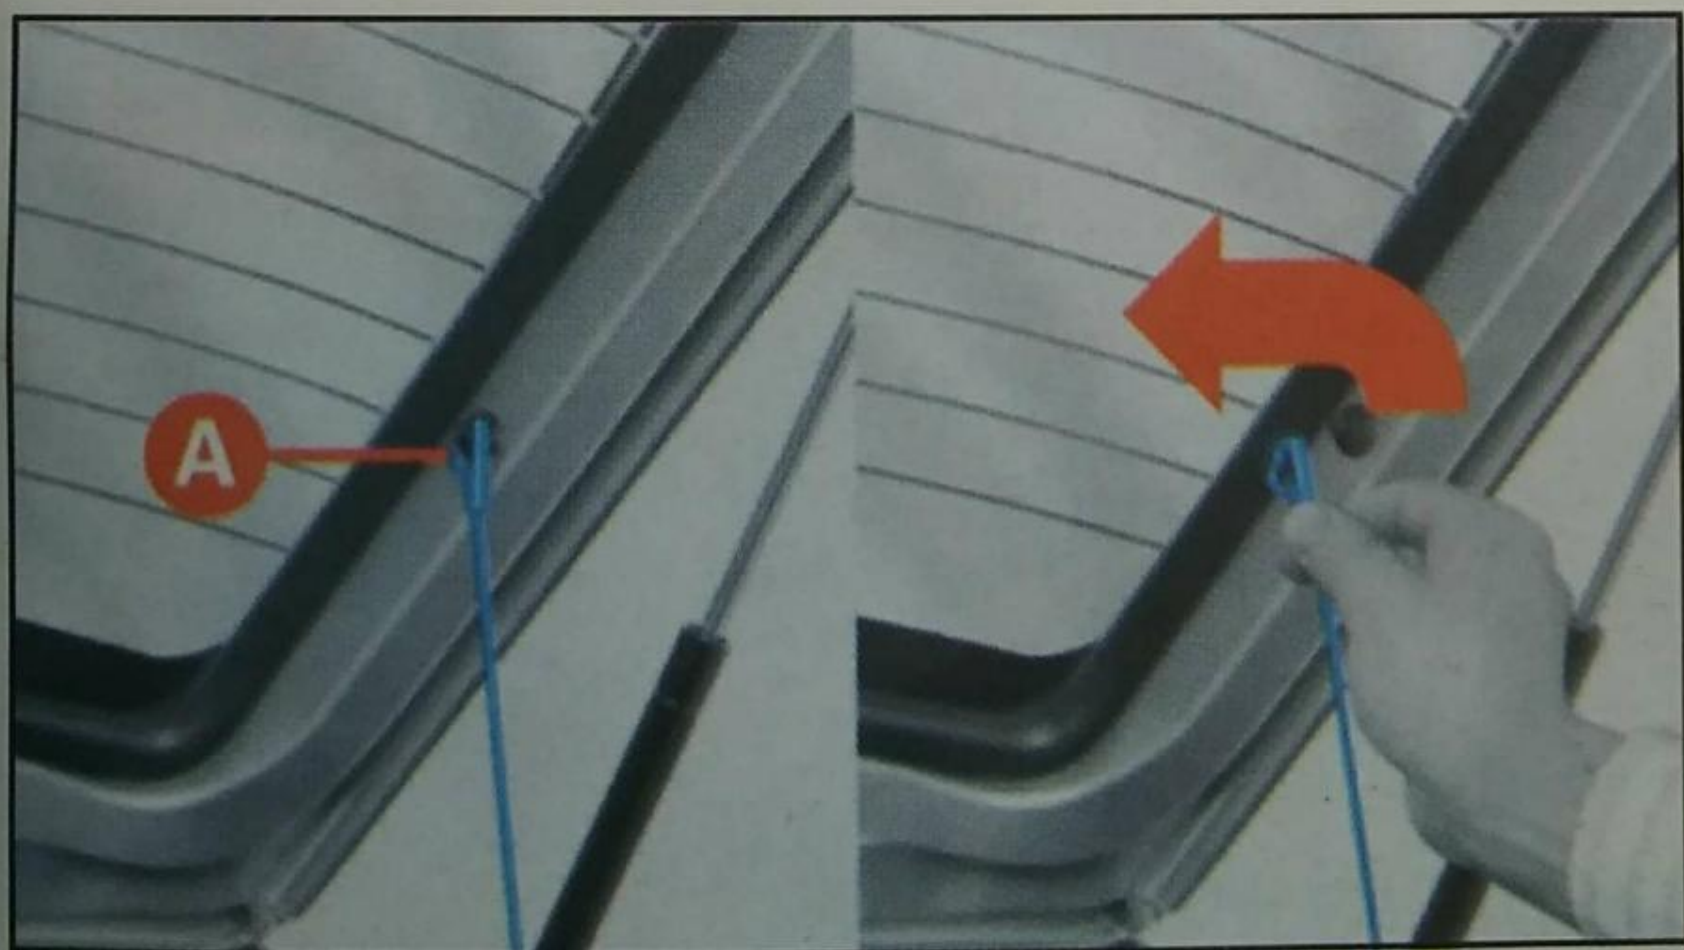

Fig. 70
1) soltar los extremos superiores **A**-fig. 70 de los dos tirantes, retirando las argollas de los pines.